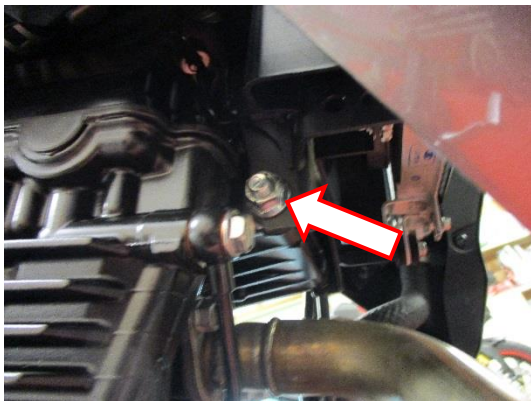

ABBILDUNG 1
- Entfernen Sie die Mutter von der original Motorschraube, die in Abbildung 1 gekennzeichnet ist.